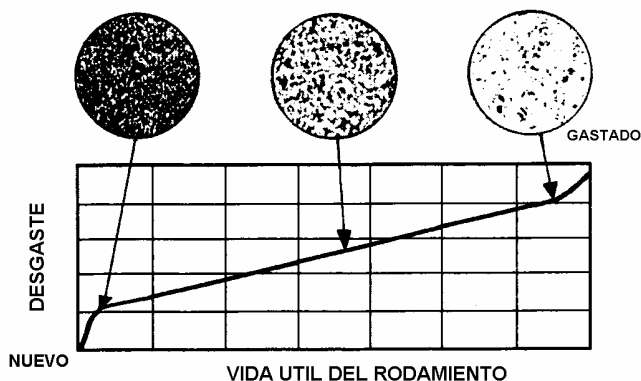

FIGURA 7-14
- **Rodamientos de la camisa** – Inspeccione el color de la superficie. Consulte la Figura 7-14.